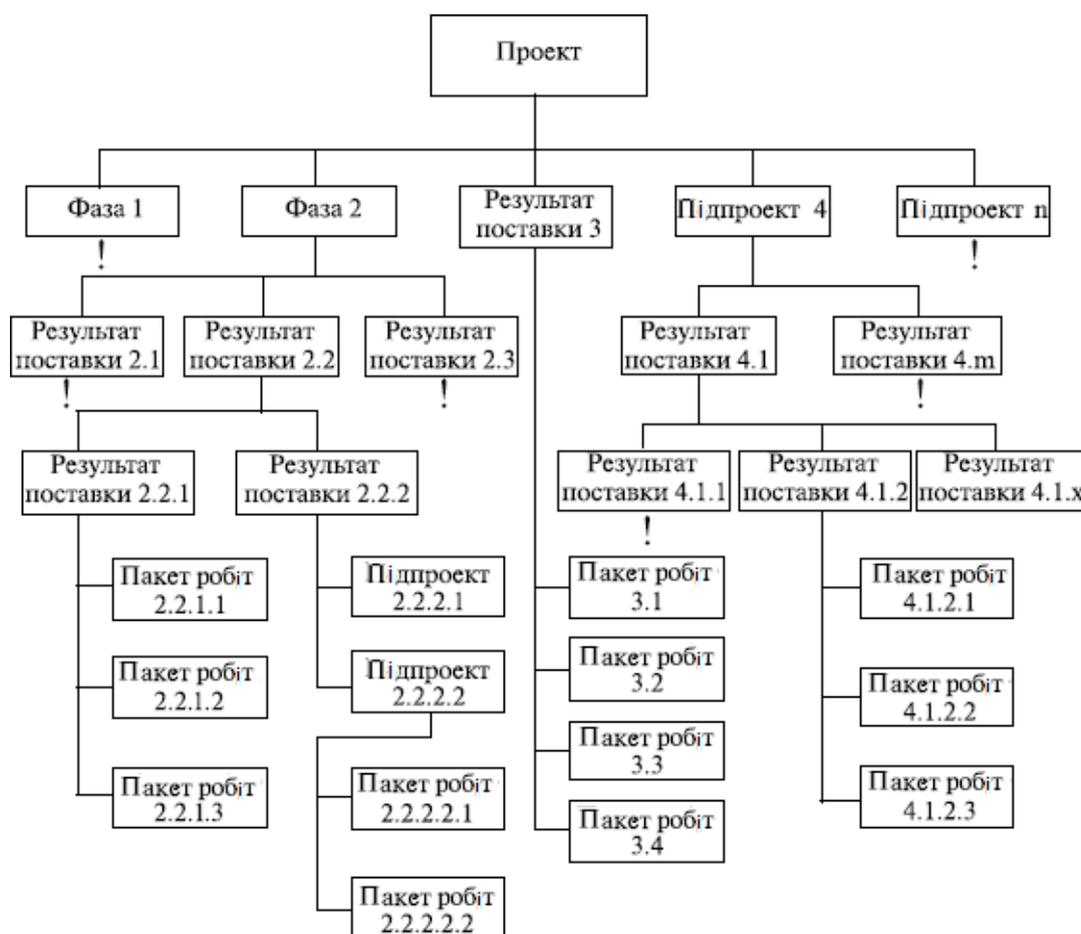
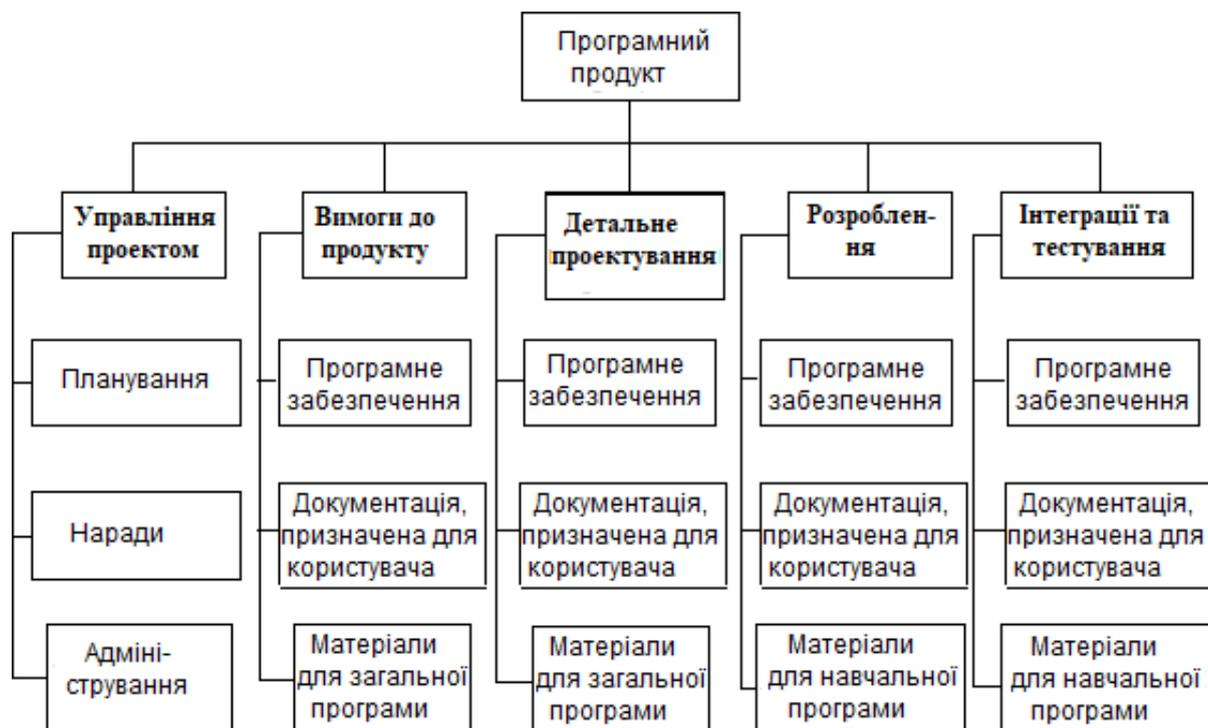

Рис. 2.12. Шаблон ієрархічної структури робіт з декількома відгалуженнями, розбитими до рівня пакетів робіт
Рис. 2.13. Приклад ICP, організованої за фазами
керовані елементи. В ІСР включаються роботи, зазначені в поточному схваленому описі змісту проекту. У процесі створення ІСР структурується і визначається зміст всього проекту. Для розробки ІСР РМВОК рекомендує використовувати шаблони ІСР, декомпозицію, системний підхід до складання ІСР. На рис. 2.12 показана частина шаблону ІСР з декількома розгалуженнями, розбитими до рівня пакетів робіт.
2. Структурування та організація ICP – метод аналізу, який використовує шаблони ICP, структурує результати постачання та відповідні проектні роботи, подає їх у вигляді ICP. ICP попереднього проекту може служити шаблоном для нового проекту. Залежно від вибраного шаблону в результаті може вийти кілька різних видів структури. У шаблонах в якості першого рівня декомпозиції можуть бути використані підпроекти та основні результати постачання (рис. 2.12) або фази життєвого циклу проекту (рис. 2.13).